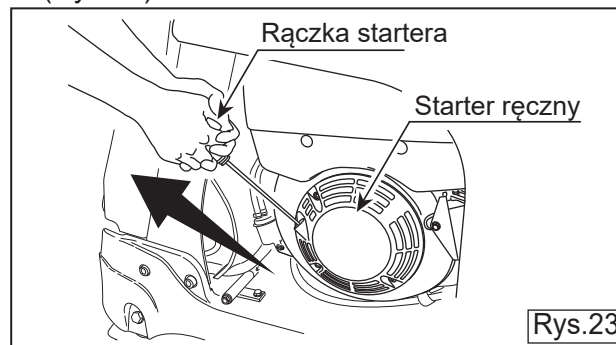

Rys.22
6.3 Energicznie pociągnij rączkę startera do końca. W razie potrzeby użyj dwóch rąk. (Rys.22)